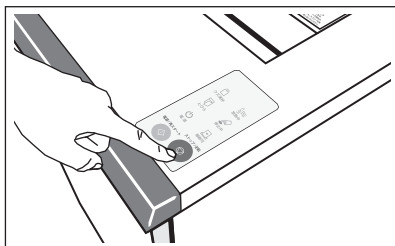

図8
6. 細断を途中で止めるときは、ストップ/逆転スイッチ⑩を押してください。カッターが停止して、細断可ランプ⑬が消灯し、ブザー音とともに停止中ランプ⑭が点滅します。 **図8 参照**
7. 使用後は、電源スイッチ①の下側を押して、電源を切ってください。